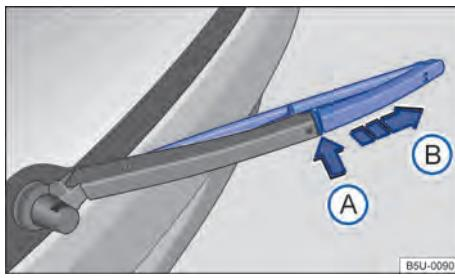

Fig. 151 Substituir a palheta do limpador do vidro traseiro.
- Manter a tecla de destravamento → Fig. 151 ① pressionada.
- Retirar a palheta do limpador do vidro traseiro no sentido da seta ②.